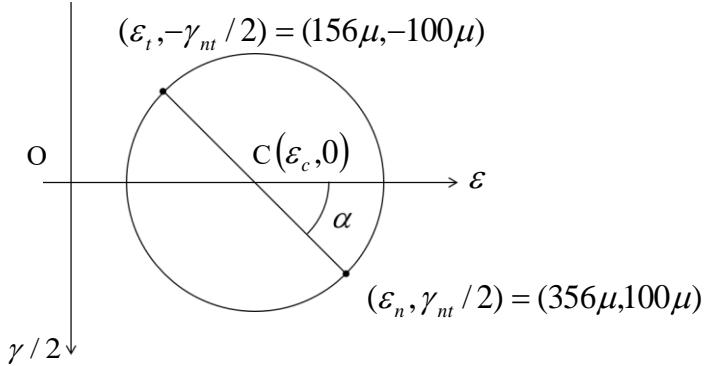

Fig.3 モールのひずみ円.
(2)で描いたモールのひずみ円について, 図 3 のように角  $\alpha$  をおく.